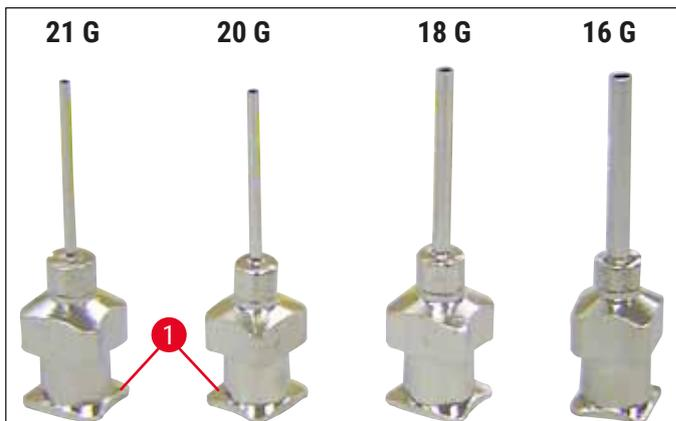

Abb. 14
- Die zum Eindecken vorgesehene Dispensernadel aus dem Lieferumfang (→ Abb. 14) auswählen.